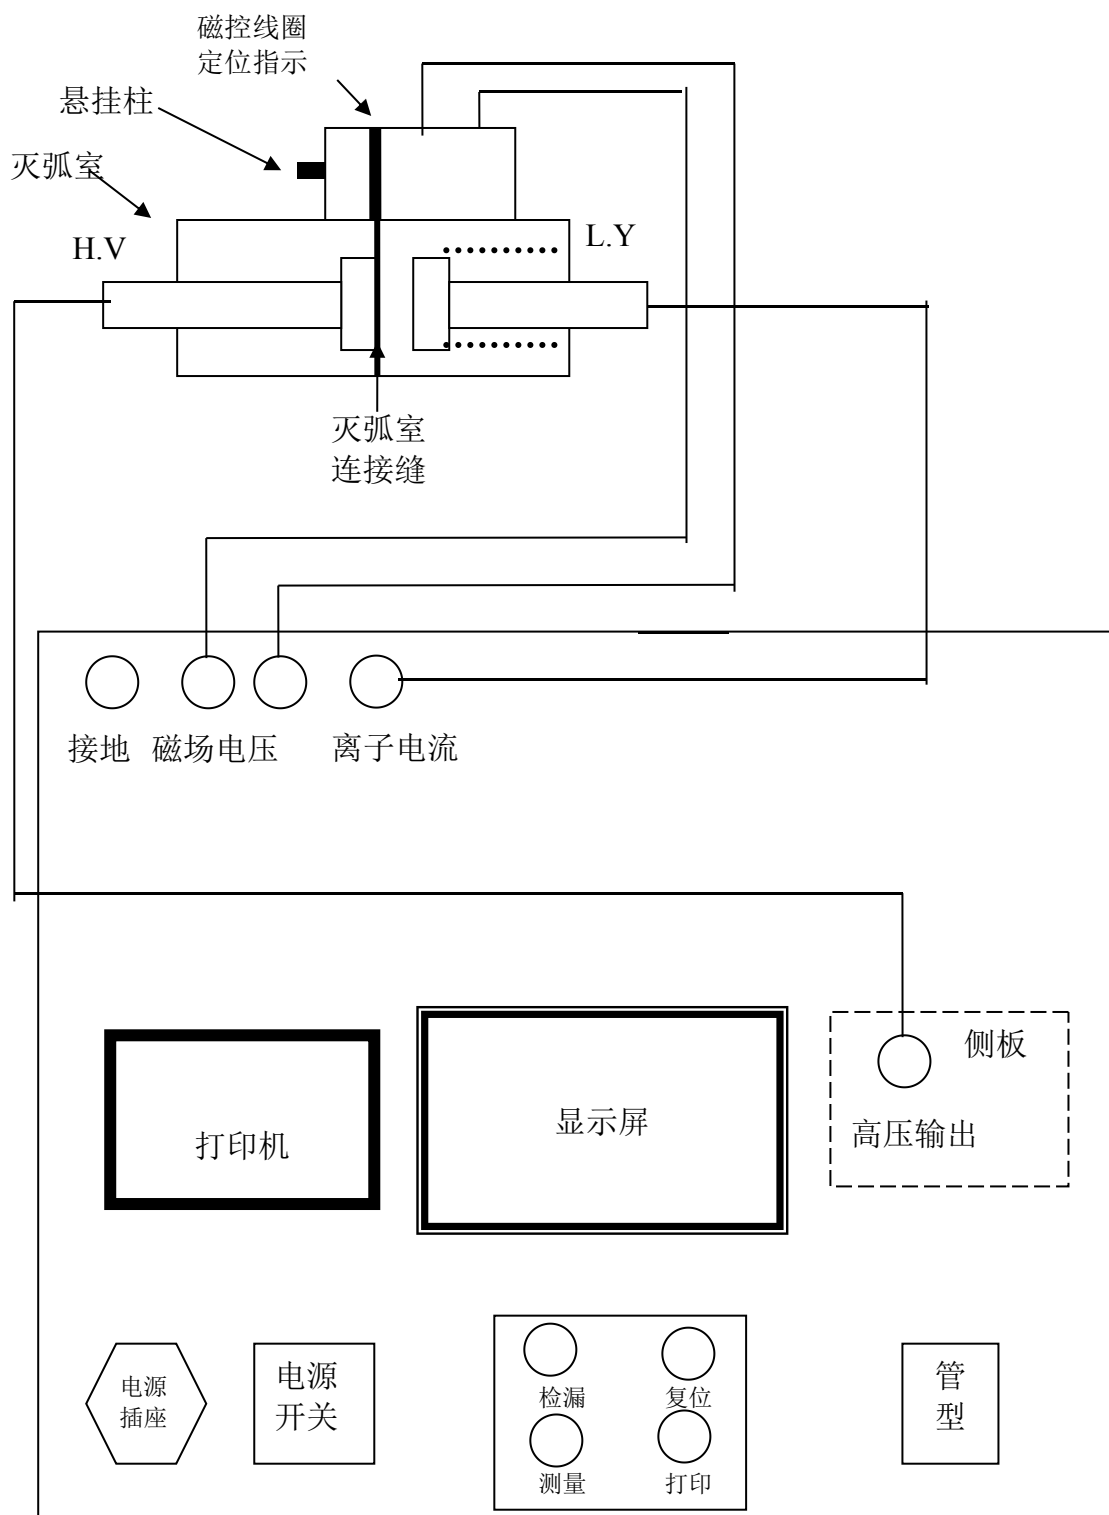

图 2 号真空开关真空度测试仪
仪器面板如图 2 所示，检漏键用于对真空管真空度进行初步的判断，测量键用于施加高压及强电磁场对真空管真空度进行定量测试。在仪器背板上左边有一个高压输出端子，可用高压线连接到真空管的一个触头上。离子电流输入端连接到真空管的另一个触头上。磁场电压两输出端应接到励磁线圈的两个接线端子上。接地端用于仪器外壳的保护接地。管型输入拔码开关用于输入灭弧室的管型，灭弧室的管型由其管径及励磁线圈的型式决定。
(1)将真空弧室开距，并清洁其表面，然后按图 2 所示悬挂好励磁线圈，并连接好连线，并通过拨码开关输入灭弧室管型。